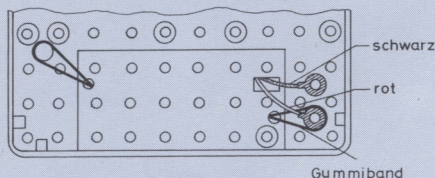

Abb. 2
2. Zum Festklemmen der Batterie wird das Gummiband im Batteriefach von unten durch die äußeren Löcher gesteckt und über die nebenliegenden Schraubröhrchen gehakt (Abb. 2).
3. Kabelschuhe von unten durch das große Loch im Batteriefach stecken und innen so auf die benachbarten Schraubröhrchen drücken, daß die Kabelzuführungen in die Schlitzte passen (Abb. 2). Es ist unbedingt darauf zu achten, daß der rote Anschlußdraht zu dem Schraubröhrchen führt, das näher zur Gehäuseecke liegt.